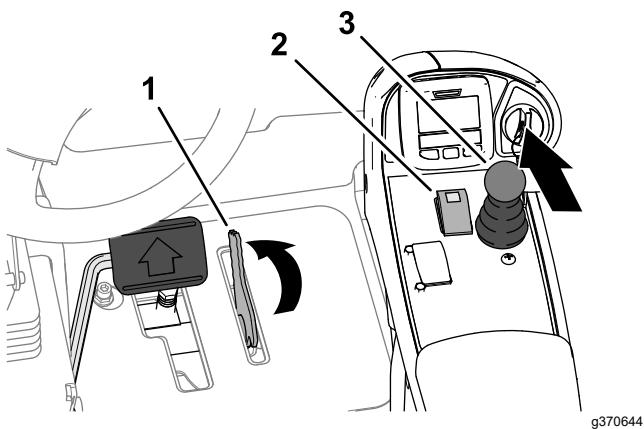

Рисунок 169
- Переведите рычаг ограничителя скорости скашивания вперед в положение СКАШИВАНИЯ (Рисунок 169).